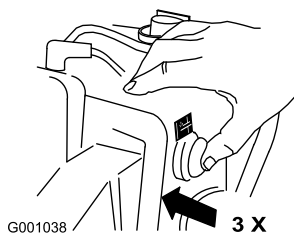

Figure 25
6. Appuyez fermement à 3 reprises sur l'amorceur avec le pouce, en marquant une pause d'une seconde chaque fois (Figure 25).